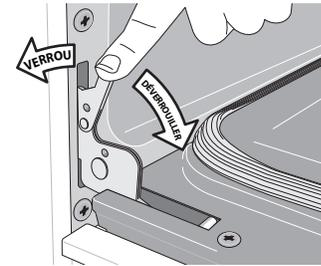

Figure 12 : Verrous des charnières de porte
2. Tirer les verrous des charnières de gauche et de droite complètement vers le bas du cadre de four, vers la porte du four (voir Figure 12). Il peut être nécessaire d'utiliser un tournevis plat.
4. Pousser les verrous de charnière vers le haut et de part et d'autre du cadre de four à la position de verrouillage (voir Figure 12).